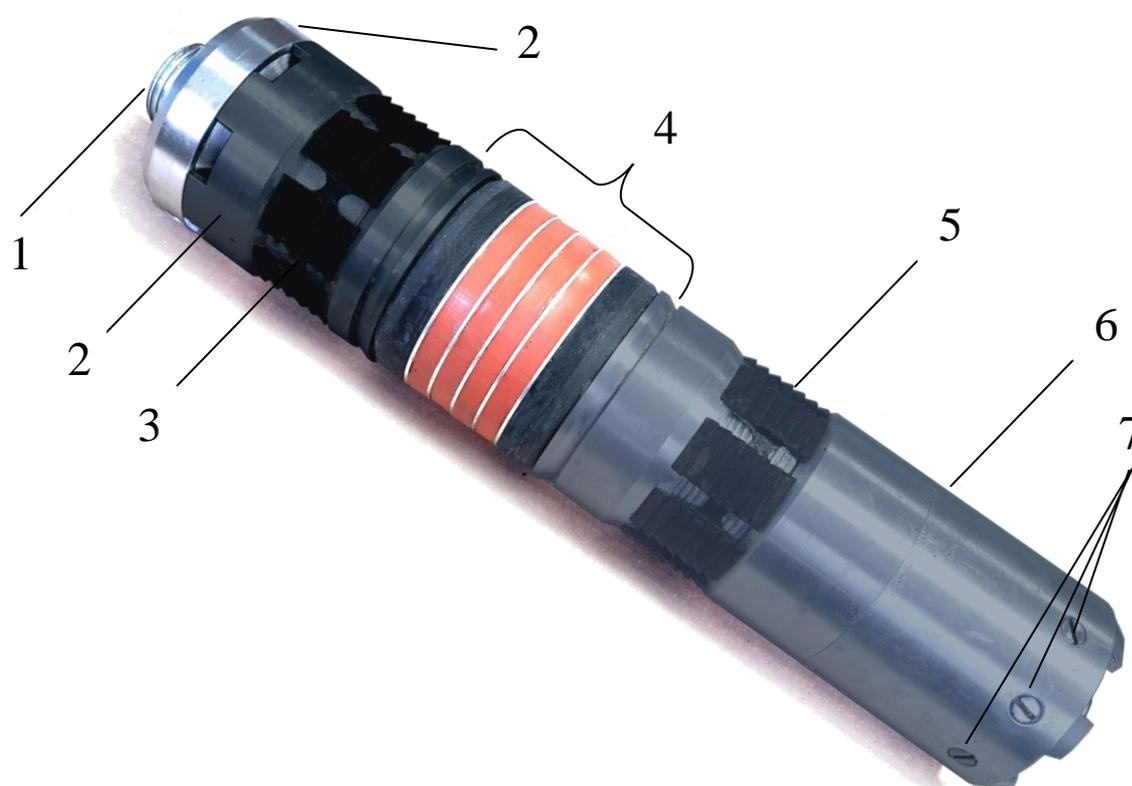
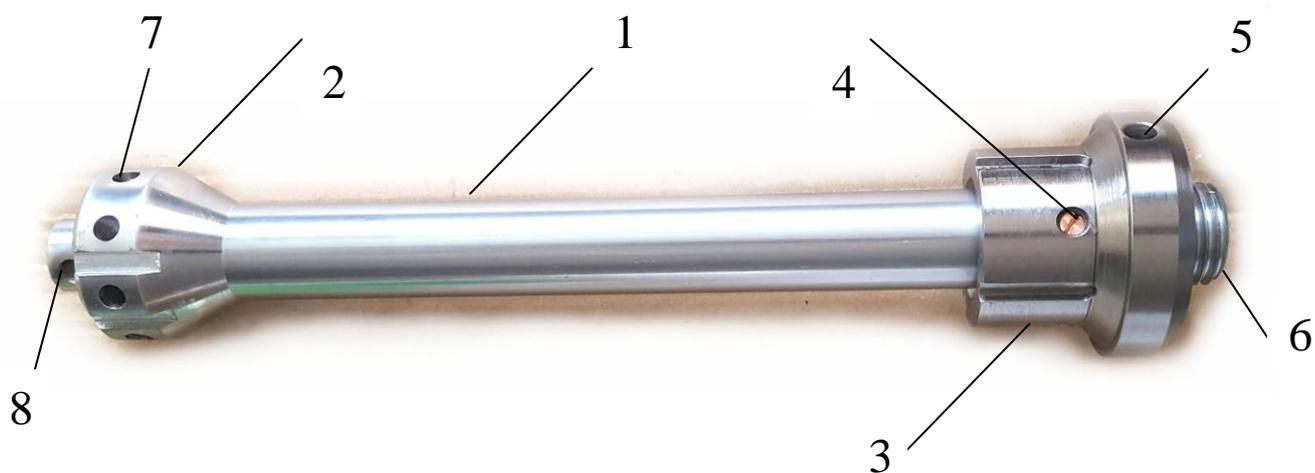

Рис.1
Рис. 2
Пакер комплектуется многоразовым адаптером для соединения с установочной гидравлической или взрывной камерой типа ГПШ или ВПШ. Устройство пакера с установленным адаптером представлено на рис.1.
Устройство адаптера представлено на рис. 2.
Где цифрами обозначены: 1 – тяга; 2 – хвостовик тяги с отверстиями под нижние срезные шпильки (см. рис. 1); 3 – упор адаптера; 4 - верхние срезные шпильки; 5 – отверстие для винта фиксации резьбы адаптера от отворота; 6 – резьба на головной части тяги, служащая для соединения с установочной камерой; 7 – отверстия под нижние срезные штифты; 8 – отверстие для завинчивания адаптера в установочную камеру.
Верхние срезные шпильки 4 (рис. 2) соединяют между собой упор адаптера 3 и тягу 1. Нижние срезные шпильки 7 (рис. 1) соединяют между собой пакер и адаптер. На срезных шпильках 4 (рис. 2) и 7 (рис.1) в пазах установлены по два резиновых кольца (рис.3), предотвращающих выпадение частей шпилек из отверстий пакера, тяги и упора после их срезания.
Для соединения пакера с установочной камерой используется адаптер (рис.2).
- Установить упор адаптера на тягу адаптера, как показано на рис.2, совместить на них отверстия под верхние срезные шпильки. Ввинтить срезные шпильки (4 штуки) до упора и затем отвинтить их на половину оборота.
- Ввинтить адаптер в резьбовое отверстие в поршне посадочной камеры (используя для инструмента отверстие 8, рис.2) и зафиксировать стопорным винтом через отверстие 5 (рис.2), расположенном в упоре адаптера.